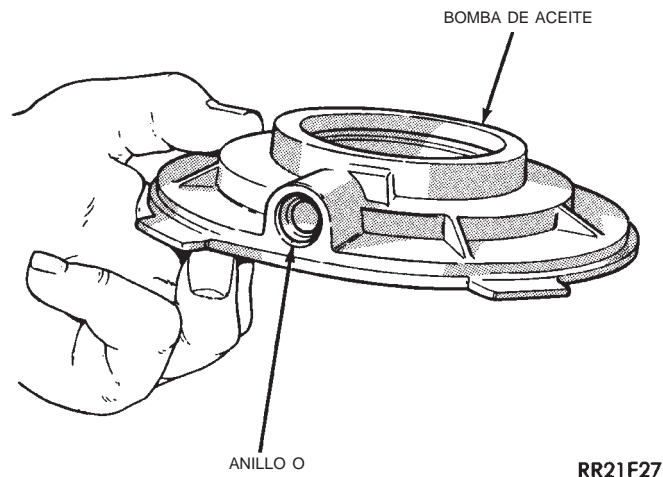

Fig. 14 Localización del anillo O del tubo de absorción
(13) Retire de la bomba el anillo O del tubo de absorción (Fig. 14), si fuese necesario. No desensamble la bomba de aceite; no es una pieza que se pueda reparar.